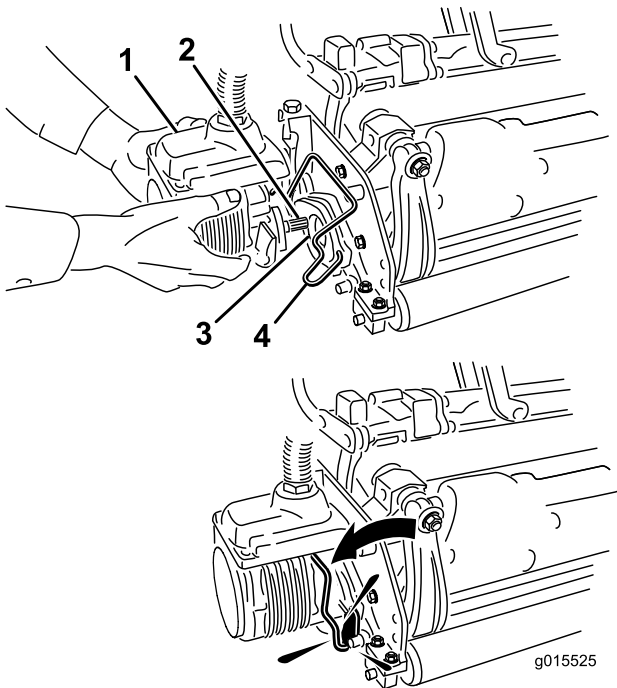

Figure 34
6. Enduisez de graisse propre l'arbre cannelé du moteur de plateau de coupe (Figure 34).
7. Insérez le moteur dans le côté gauche du plateau de coupe (vu de la position de l'utilisateur) et tirez la barre de retenue du moteur située sur le plateau de coupe vers le moteur jusqu'à ce qu'un déclic soit entendu des deux côtés du moteur (Figure 34).